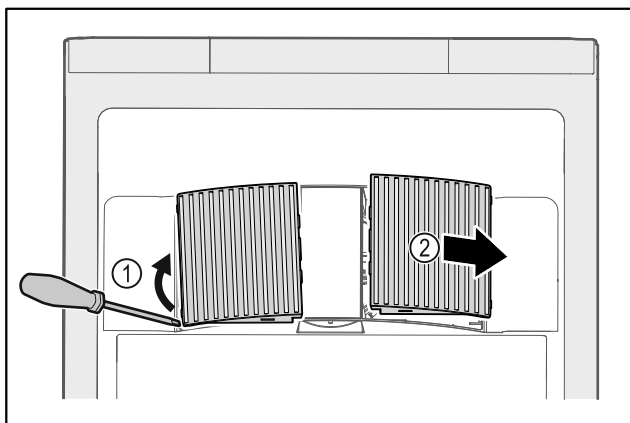

Fig. 171
- 从侧面小心撬开风机盖板 Fig. 171 (1) 并朝前取下 Fig. 171 (2)。